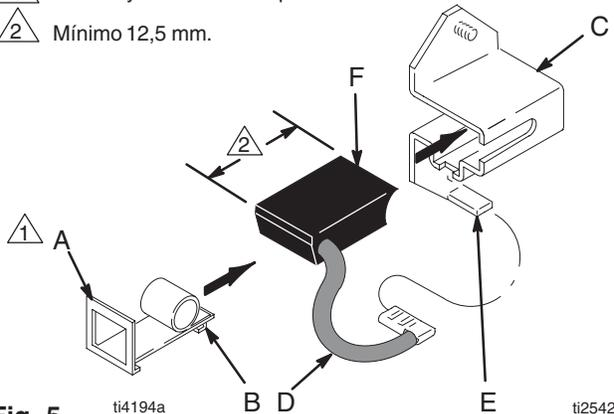

Fig. 5
4. Fig. 5. Empuje la abrazadera de resorte (A) para liberar el gancho (B) del portaescobillas (C). Saque la abrazadera de resorte (A).
5. Fig. 5. Saque el hilo conductor de la escobilla (D) del terminal (E). Retire la escobilla (F).
2. Fig. 5. Deslice el hilo conductor de la escobilla (D) en el terminal (E).